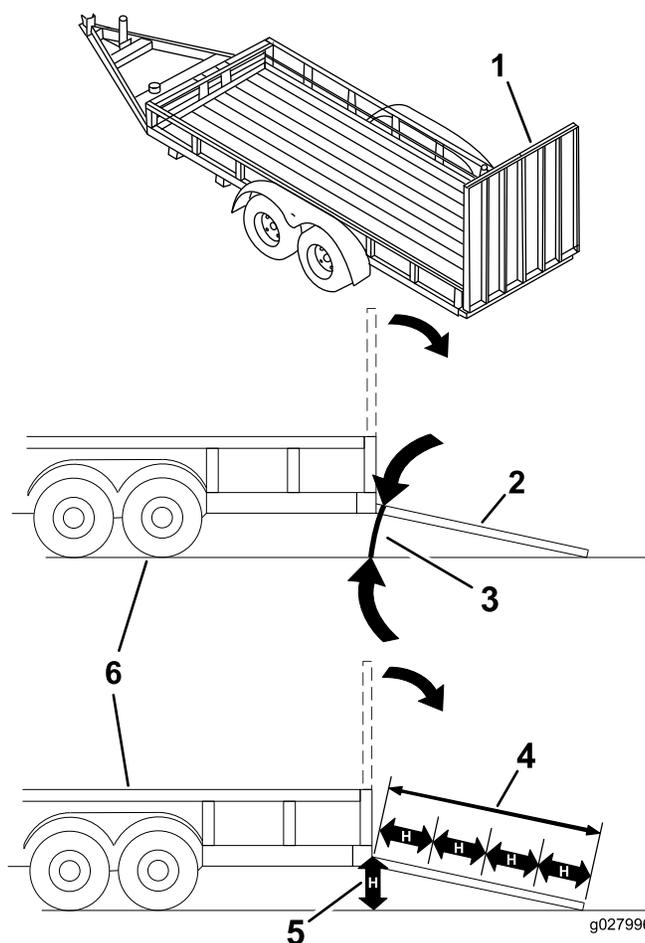

Рисунок 39
При погрузке машины на прицеп или грузовик повышается вероятность опрокидывания, что может привести к получению тяжелой травмы или гибели (Рисунок 39).
3. Опустите наклонный въезд, убедившись, что угол между наклонным въездом и поверхностью земли не превышает 15 градусов (Рисунок 39).